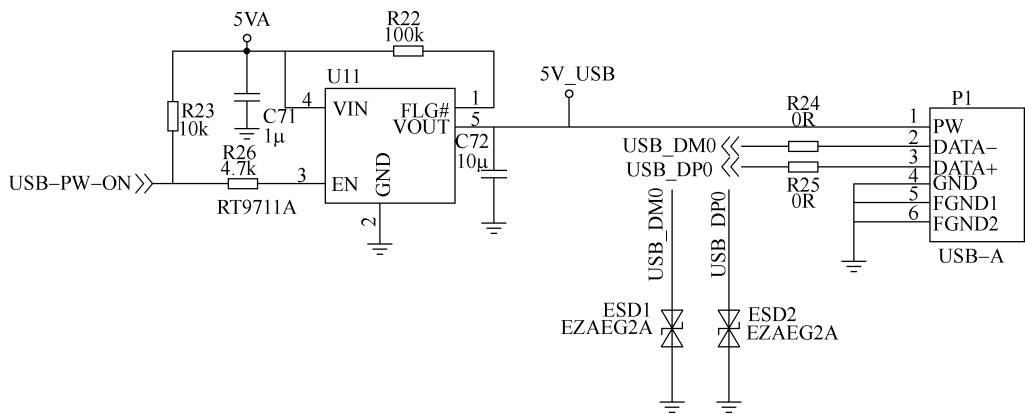

图 6-24 U11 相关电路截图
【附注】1) 该故障机在接 USB 设备后检测 USB 接口的 5V 电压为 2.5V 左右; U11④脚 (输入端) 电压为 5V 正常, 但⑤脚 (输出端) 电压偏低。2) U11 相关电路截图如图 6-24 所示。